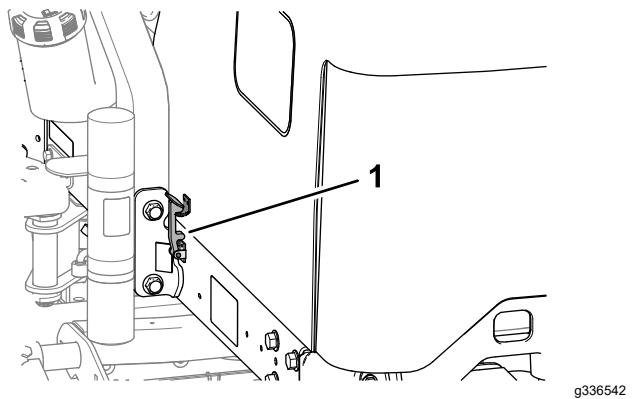

Figura 52
- Ruotate il cofano in su e indietro (Figura 52).